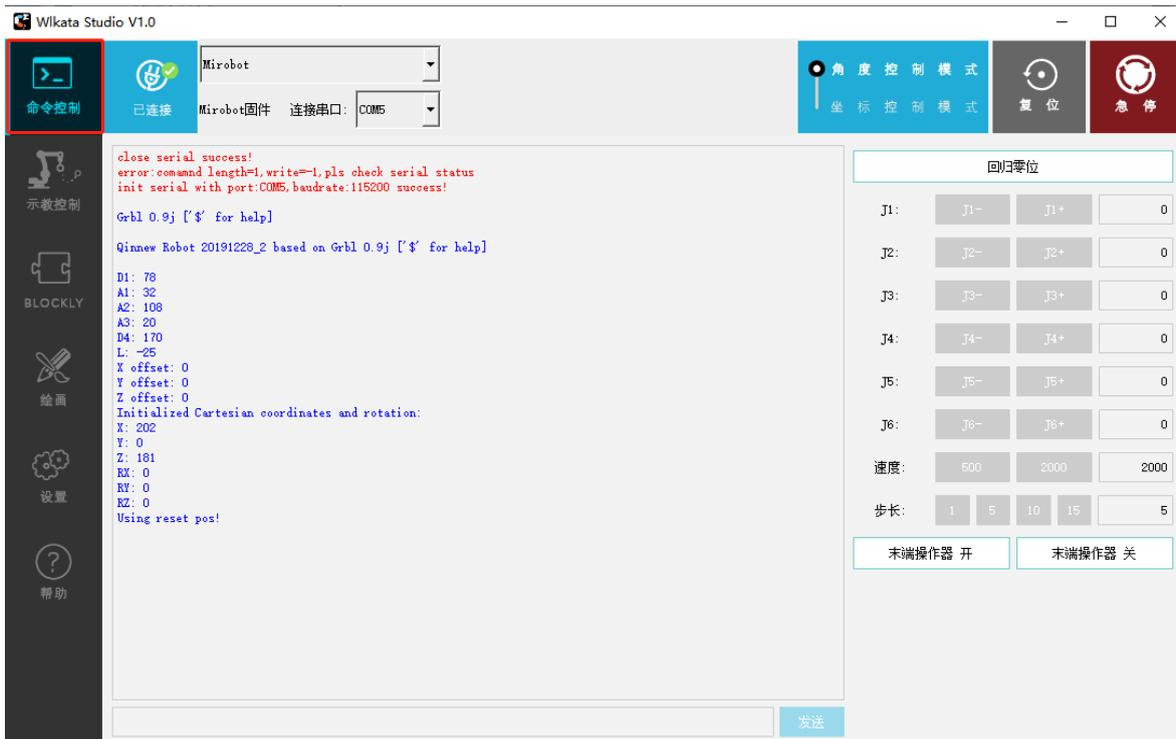

图 2.19 命令控制选项卡
(1) 单击命令控制选项卡，如图 2.19 所示。
(1) 单击“命令控制”选项卡，如图 2.19 所示。